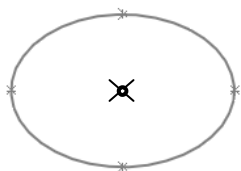

图 3.33.7 草图 3
Step7. 创建图 3.33.7 所示的草图 3。选择下拉菜单   命令，选取基准面 2 作为草图基准面，绘制图 3.33.7 所示的草图 3。